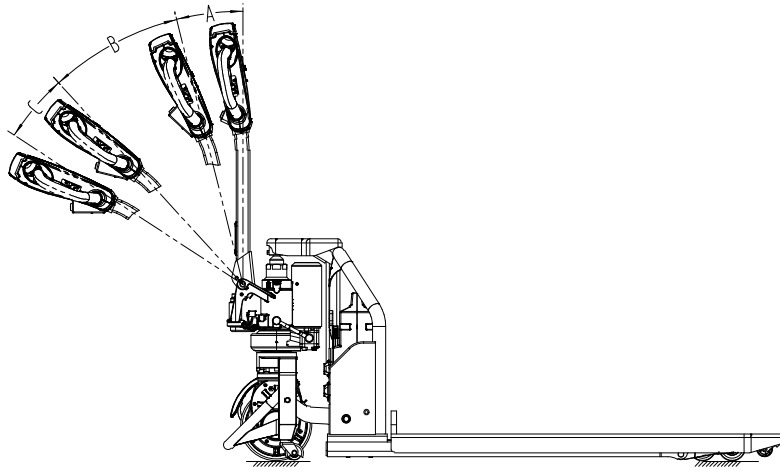

Abb. 10
- Drehen Sie den Griff schnell auf A oder C, um eine Notbremsung durchzuführen (Abbildung 10); die Bremse blockiert das Rad, um eine Notbremsung zu erreichen.